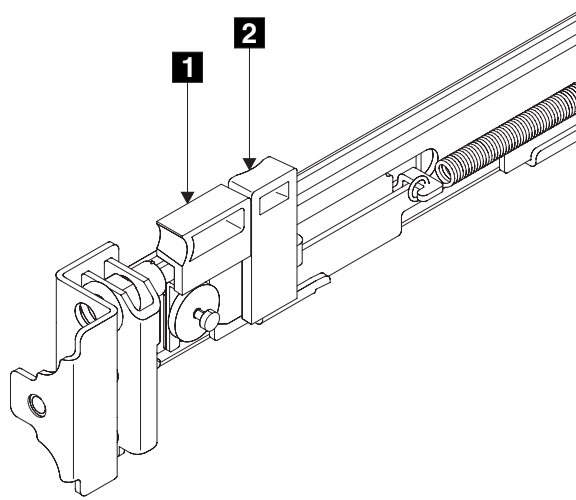

図 82. ラッチ・ロック・キャリアを引っ込める
2. ラッチ・レバー、図 82 **1** の側面に人差し指を置き、親指をラッチ・ロック **2** の正面に置きます。